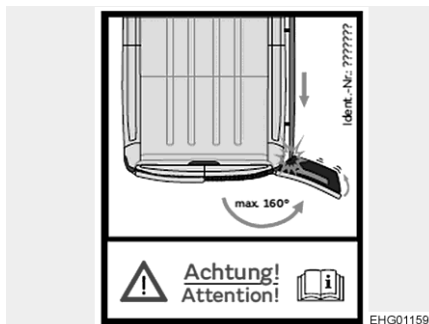

Bild 16 Säkerhetsdekal
- ▶ Om begränsningen för öppningsvinkeln lossas på bakdörrarna (se avsnitt 7.1.2) och bakrutorna är öppna kan bakrutorna kollidera med den öppnade skjutdörren resp. markisen (i förekommande fall). Observera säkerhetsdekalen (Bild 16).